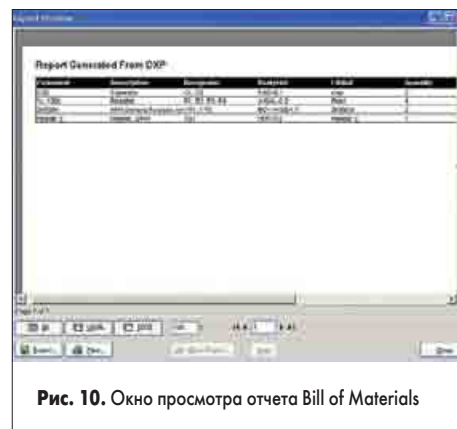

Рис. 10. Окно просмотра отчета Bill of Materials
8. Сформируем отчет в удобной для печати форме, для чего нажмем кнопку Report в нижней части окна. Появится окно предварительного просмотра распечатки отчета Report Preview (рис. 10).